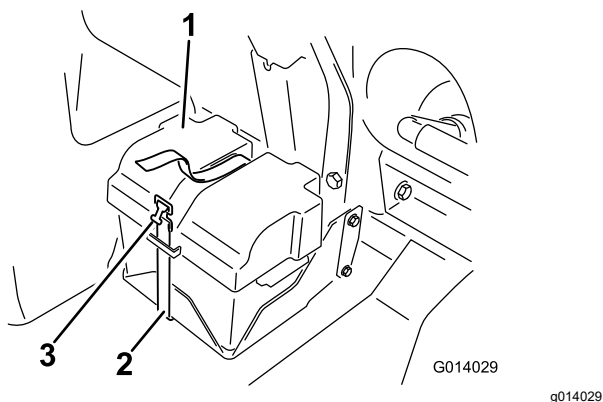

図 89
2. バッテリーについているカバーを外し、バッテリーのマイナス黒端子からケーブルを外す 図 89。
4. バッテリーカバーを取り付け、先ほど取り外したストラップで固定する 図 89。